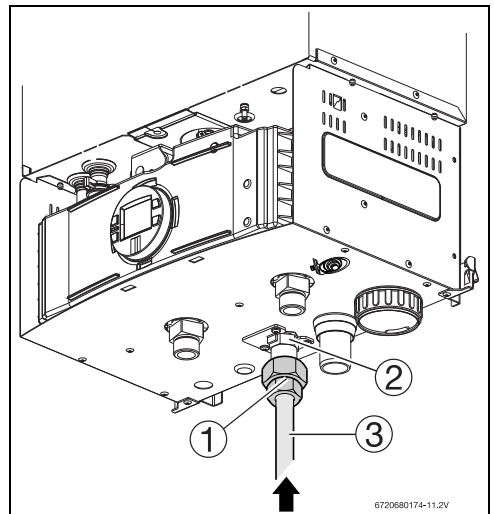

Fig. 24 Conexión del tubo de gas
Apretar la rosca en el tubo de entrada de gas (Fig.24, pos. 1) y utilizar la extremidad en cobre (Fig.24, pos. 2) para hacer la soldadura al tubo de la red de suministro de gas (Fig.24, pos. 3).